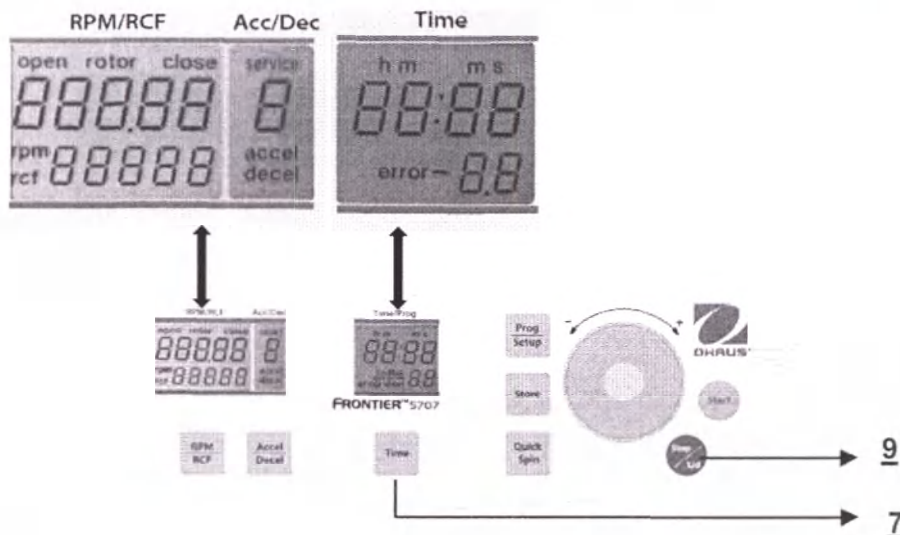

Рис. 27
Выключите центрифугу, нажмите кнопки **Time** (7) и **Stop/Lid** (9) и, удерживая их, снова включите центрифугу. После этого отпустите обе кнопки — в течение пяти секунд будет выполняться диагностика дисплея. На время проверки на дисплее загораются все сегменты и индикаторы (см. рис. 27).